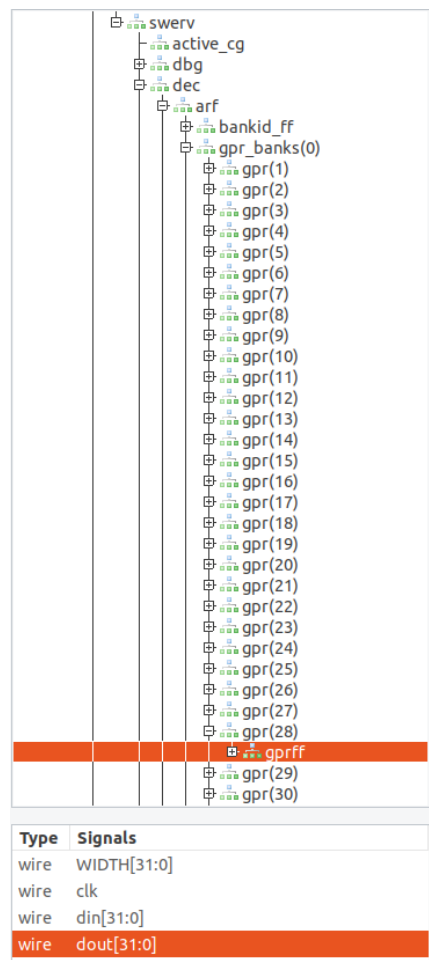

Figura 87. Añada la señal *dout[31:0]* al gráfico
11. Ahora agregue la señal que contiene el valor del registro t3 (es decir, el registro número 28, $\times 28$). Expanda la jerarquía bajo **swerv** en **dec** → **arf** → **gpr_banks(0)** → **gpr(28)** y pulse sobre el módulo **gprff** (se resaltará como se muestra en la siguiente figura), seleccione la señal *dout[31:0]* (que muestra el contenido del registro $\times 28$, utilizado en el ejemplo de *AL_Operations.S*) y arrástrela al panel negro de ondas (Figura 87).